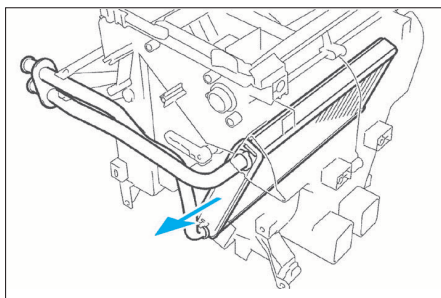

FIG. 20
- Déposer le radiateur de chauffage en le tirant vers soi (fig. 20).